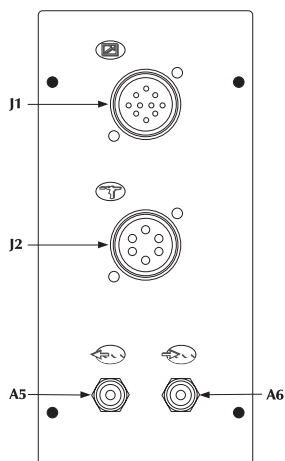
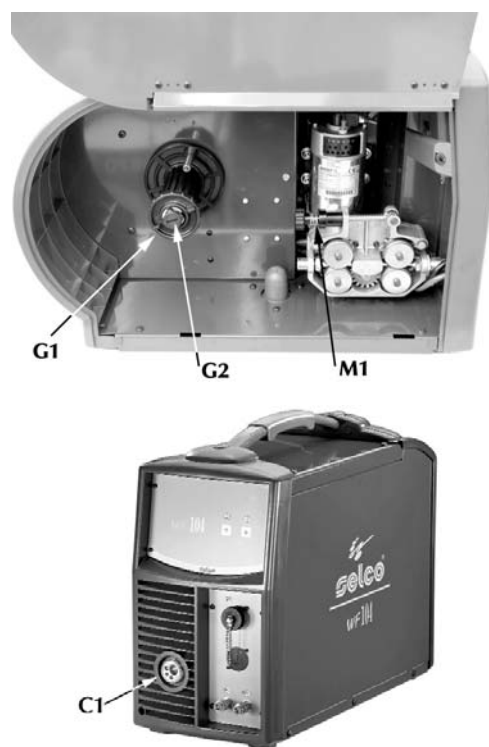

Fig. 8
Fig. 10 Particolari del carrello mobile
- Svitare la ghiera (G1 fig. 10) dall'aspo porta rocchetto e inserire il rocchetto.
Fare entrare in sede anche il perno metallico dell'aspo, rimettere la ghiera (G1) in posizione e registrare la vite di frizione (G2 fig. 10)
- Sbloccare il supporto traino del motoriduttore (M1 fig. 10) infilando il capo del filo nella boccola guidafile e, facendolo passare sul rullino, nell'attacco torcia.
- Inserire la torcia, completa di guaina, nell'attacco centralizzato (C1 fig. 10) avvitandone completamente la ghiera. Se la torcia è raffreddata ad acqua, allacciare i tubi di mandata e ritorno sui raccordi (A5-A6 fig. 8).